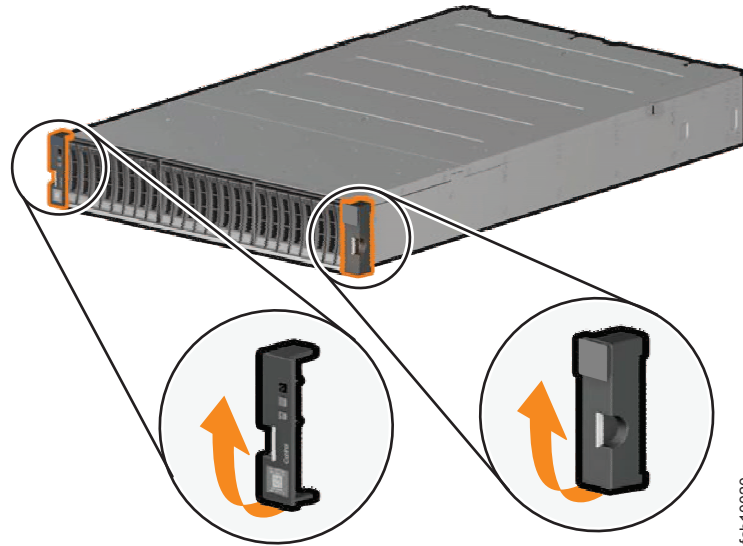

図 40. エンクロージャー・エンド・キャップの取り外し
1. ドライブ・アセンブリーの両端のエンクロージャー・エンド・キャップを取り外します。エンクロージャー・エンド・キャップは、ハンドルをつかんでエンド・キャップの下部を引き離し、次にエンクロージャー上部のタブから解放することで取り外します。(41 ページの図 40 を参照)。